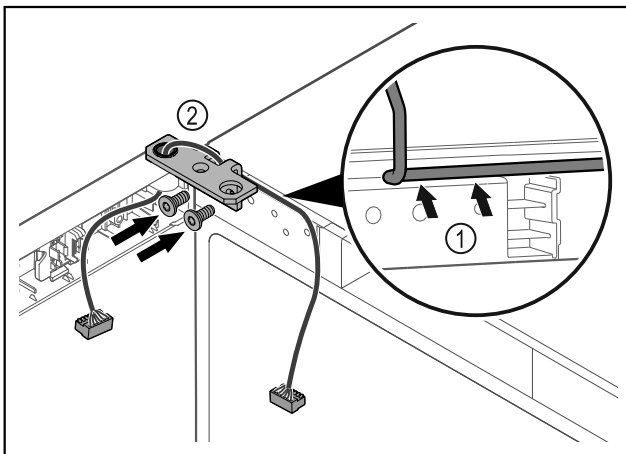

Fig. 43
- ▶ Prakiškite laidą pro šarnyrinio kampuočio angą ir atsargiai nutieskite Fig. 43 (1).
- ▶ Prisukite šarnyrinį kampotį Fig. 43 (2).